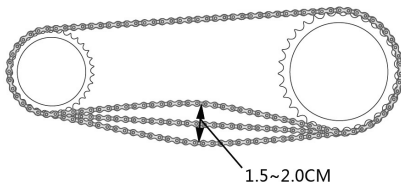

Figura 12
2. Tire de la rueda hacia atrás hasta que haya un espacio de movimiento de entre 1,5 y 2,0 cm en la cadena (consulte la figura 12).